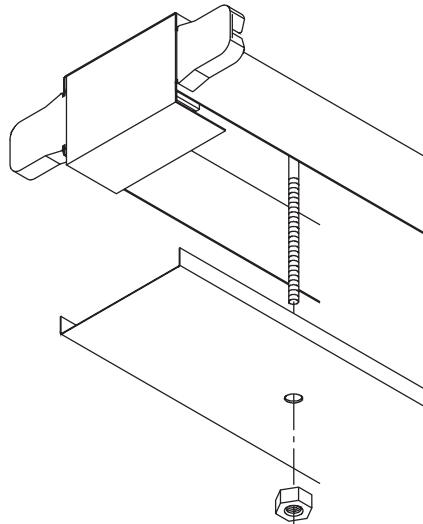

Fig. 10
**8. Attach the wireway cover**, by grasping cover with flanges facing upward. Align the holes with the carriage bolts hanging from the base. Slide the cover upward and secure the cover in place with (2) hex nuts. **See Figure 10.**
**8. Poser le couvercle du passe-fils.** Le saisir rebords vers le haut, aligner les trous sur les boulons de carrosserie sortant de la base. Glisser le couvercle vers le haut, recouvrant tous les fils, puis fixer solidement à l'aide des (2) écrous hexagonaux. **Voir la figure 10.**